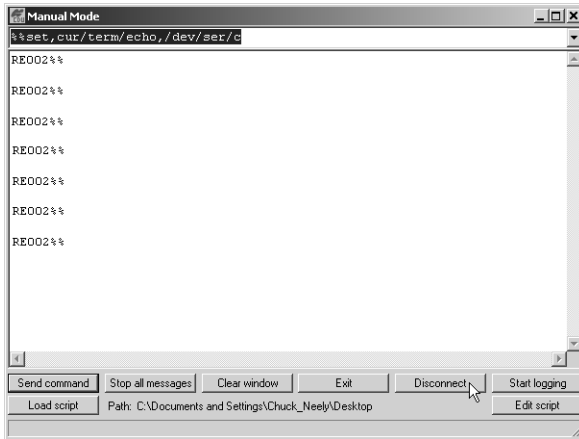

Figura 2-25. Modo Manual – Respuestas a los Comandos
La pantalla del Modo Manual muestra RE002%% en respuesta a cada uno de estos comandos. Cuando termine, debe tener siete respuestas (Figura 2-25 en la página 2-35).
4. Haga clic en **Disconnect** (Figura 2-25).